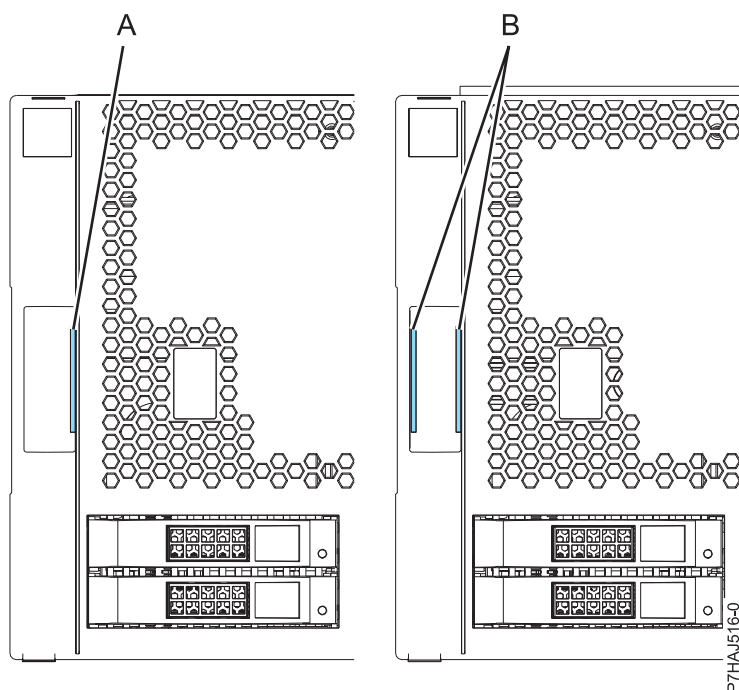

Figure 5. Identification des capots anciens et nouveaux
Remarque : Les anciens capots (expédiés avant le 1er mars 2011) sont reconnaissables à la bande bleue unique (A) située sur les taquets du capot. Les nouveaux capots possèdent deux bandes bleues (B). Voir figure 5.